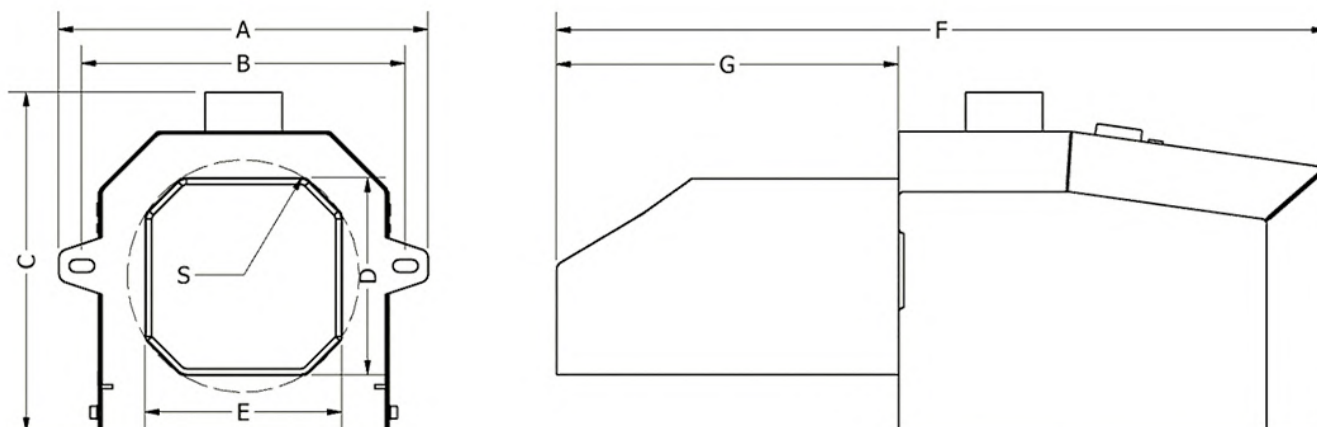

Рисунок 8. Габаритные и присоединительные размеры Горелок Venma 16-100 кВт
- Д) отмерить и отрегулировать длину подающего устройства пеллет, не забывая при этом, что угол между основанием и трубой подающего устройства не должен превышать 45° (см. рис.8);
- Е) подвесить подающее устройство на цепочке. (см. рис. 8);